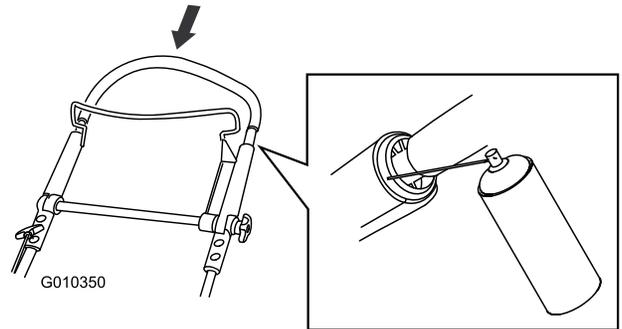

図 44
2. 上部ハンドルを完全に折り曲げて、ハンドル外側の内側にあるプラスチック部分にスプレーする図44。